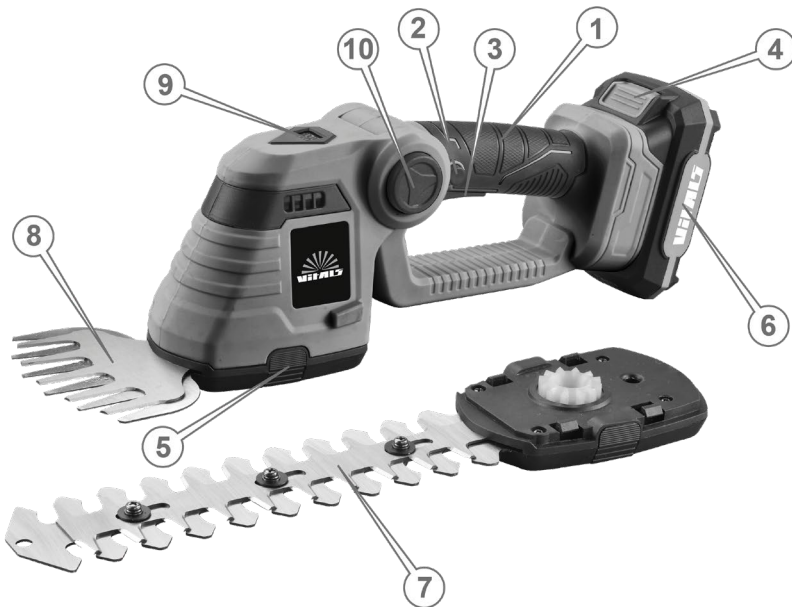

Рисунок 1. Загальний вигляд виробу.
1.1 Опис основних компонентів ножиць-кущоріза акумуляторного наведений нижче (рис.1).